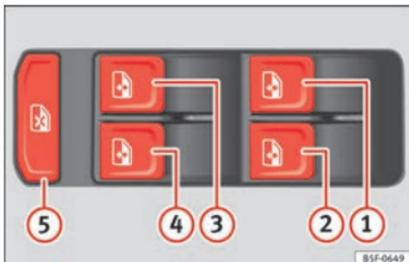

Abb. 140 Detail der Fahrertür: Bedientasten für die Fenster (Fahrzeug mit 5 Türen und elektrischen Fensterhebern vorne und hinten).
Mit dem Sicherheitsschalter » **Abb. 140** in der Fahrertür können die Fensterheber-Tasten in den hinteren Türen außer Funktion gesetzt werden.
Die Tasten »» **Abb. 140** ①, ②, ③ und ④ verfügen über jeweils zwei Stufen zum Öffnen und zum Schließen der Fenster. Dadurch ist es einfacher, die Öffnungs- und Schließvorgänge zu kontrollieren.